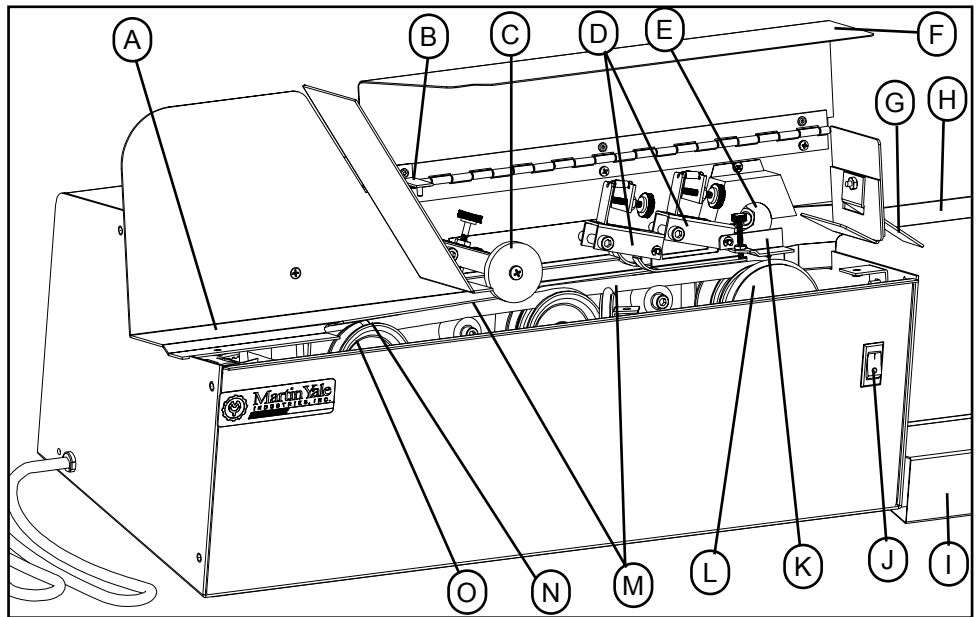
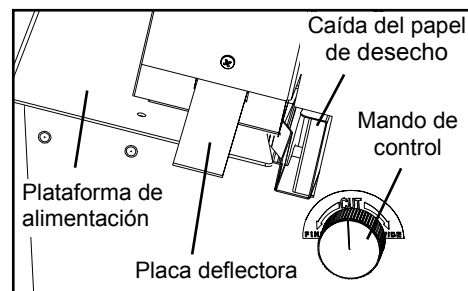

Figura 1
Figura 2
- \* Tome nota de las dos correas gemelas en espiral (M, véase la Figura 1). Su acción en espiral y en dirección contraria a las agujas del reloj empuja los sobres contra la placa posterior y permite un corte de precisión. Fíjese en que la correa tiene una inclinación más marcada a la izquierda, la cual «decanta» los sobres hacia la correa a la derecha.
- \* La rueda de transporte (no está mostrada aquí), que es otra de las características del Modelo 62002, actúa para asegurar adicionalmente que las piezas de mayor tamaño serán empujadas hacia adentro en la cubierta frontal (Figura 2).
Las cuchillas de afilado automático, de acero de precisión (E), cortan una banda medida en cada sobre, ya se encuentre éste hacia arriba o hacia abajo. El botón de control a la derecha (véase la figura 2) ajusta la cuchilla y permite que el operador pueda variar la anchura del corte, de mayor a menor.
La mayoría de los aparatos de abrir correo suelen tener un interior inaccesible y necesitan que se desmonte el sistema operativo para acceder a él. El Modelo 62002 posee un rasgo único que resuelve este problema, pues su cubierta tiene una división longitudinal en dos mitades, frontal (véase la Figura 2) y dorsal. La frontal es desmontable, lo cual permite que la limpieza, la inspección y las reparaciones del interior del abrecartas sean más fáciles.
Se trata de una instalación única. Busque la cajita de plástico en el interior del embalaje de cartón. En su interior se encuentra la placa deflectora, con un baño de níquel, y el tornillo. Simplemente atorníllela hacia fuera, tal como muestra la Figura 2.
El receptor de sobres abiertos debe simplemente estar situado para recibir los sobres ya procesados conforme el aparato los expulsa (véase la Figura 1 para su emplazamiento). La papelera se sitúa en el estrecho hueco que deja el receptor de sobres abiertos. Ambas piezas se alinean entre sí de tal manera que la pared interior y frontal de la papelera toque el borde frontal de la pestaña que sobresale de la caída del papel de desecho. (Véase la Figura 2)
Con el mando de control (Figura 2) verifique la anchura de corte deseada, de mayor a menor. El corte debe ser lo suficientemente profundo como para que abra limpiamente los sobres, pero lo bastante fino como para asegurarse de que la cuchilla no entra en contacto con el contenido del sobre, ya que puede tratarse de cheques, giros postales, etc. o monedas, grapas o clips. Asegúrese de que el Modelo 62002 está en posición OFF, indicada por la O del interruptor de encendido y apagado. Conecte el aparato en el enchufe apropiado de corriente eléctrica.